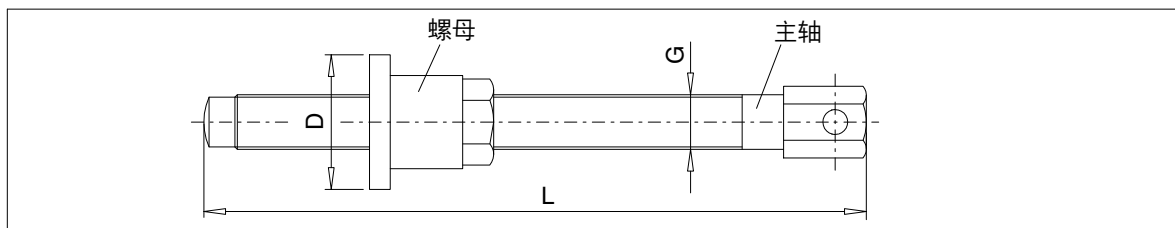
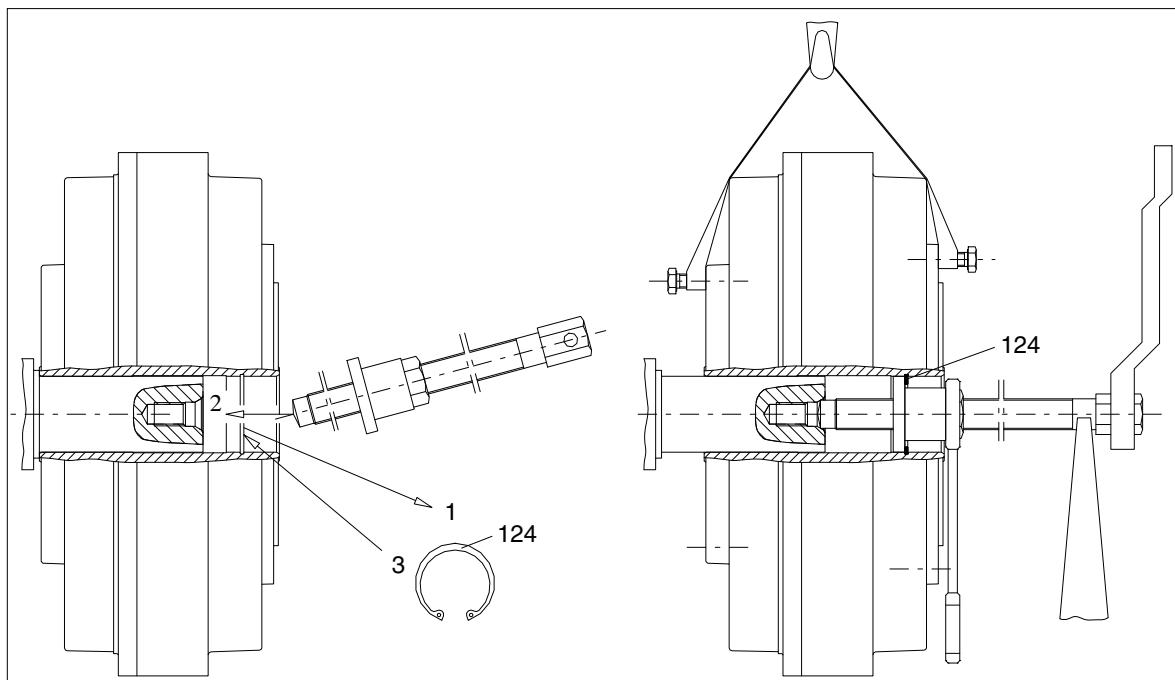

图 11: 拆卸规格 297 和 342 - a
图 12: 拆卸规格 297 和 342 - b
借助一个特殊拉拔器按照插图11 进行拆卸。为此通过开槽螺母这样安放主轴，以便开槽螺母的轴环(D)在安全环 (124) 的空刀槽后(插图 12)。为了避免主轴不腐蚀，在压力表面和螺纹涂上润滑剂 (比如 Molykote)。